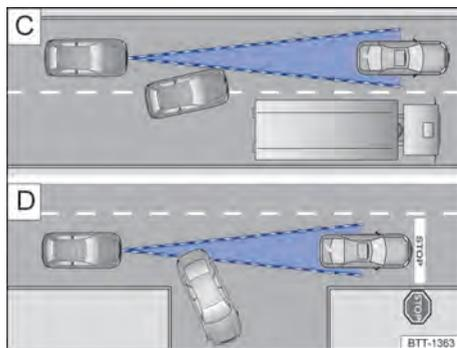

Fig. 101 C) Mudança de faixa. D) Veículo virando ou parado.
Por exemplo, se um veículo detectado pelo ACC virar ou mudar de faixa, e se houver um veículo parado à frente deste veículo, o ACC não reagirá ao veículo parado → Fig. 101 .
- Veículos que mudam para a faixa onde você se encontra com pouca distância do veículo → Fig. 101 .